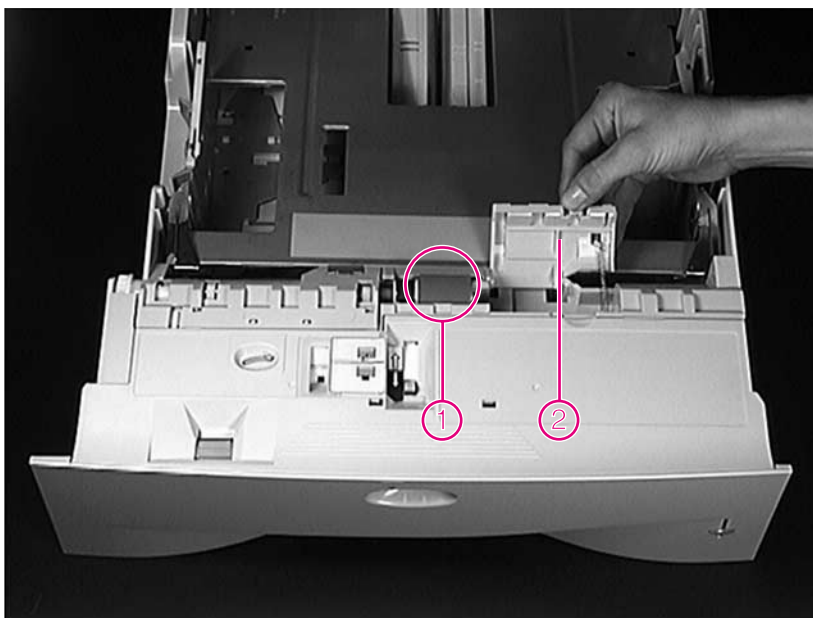

Figure 15 Retrait du rouleau de séparation
- 1 Soulevez le couvercle de retour (figure 15, détail 2).